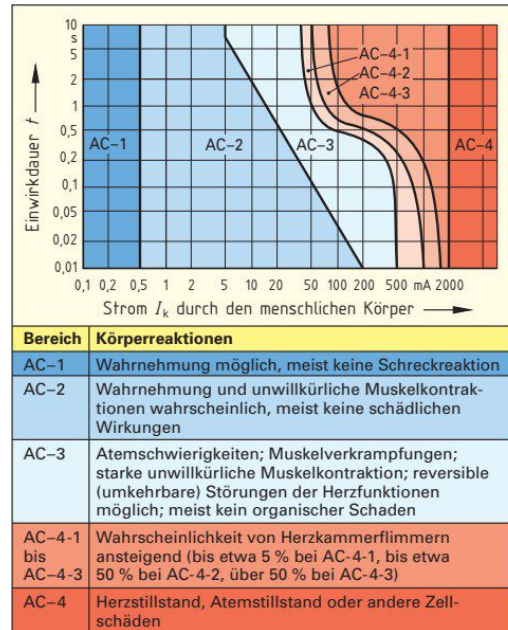

Bild 1: Wirkungsbereiche bei Wechselstrom 50 Hz auf erwachsene Personen nach DIN VDE V 0140
7. Untersuchungen für 50-Hz-Wechselstrom haben nach DIN VDE V 0140 vier Wirkungsbereiche AC1 bis AC4 (**Bild 1**) ergeben. Ergänzen Sie mithilfe der Angaben in **Bild 1** die **Tabelle**.